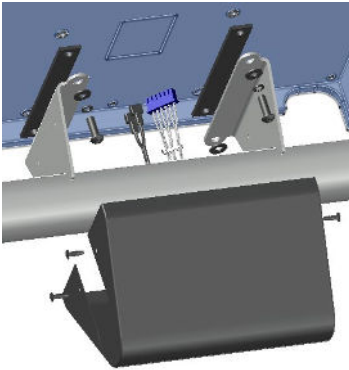

Figura 5-3
5. Fissare la console agli appositi supporti con l'hardware in dotazione nell'ordine illustrato nella Figura 5-3. Assicurarsi che i gommini siano posizionati tra la superficie di montaggio in acciaio e il retro della console. Stringere i bulloni in modo uniforme.
6. Posizionare la copertura nera e allineare i fori sul lato del supporto con quelli nella copertura. Fissare la copertura con (4) viti n. 10-32.